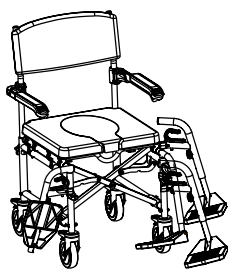

Fig.17
- Adicione os apoios de pés dos lados e rode-os para a frente até bloquearem (fig.17);